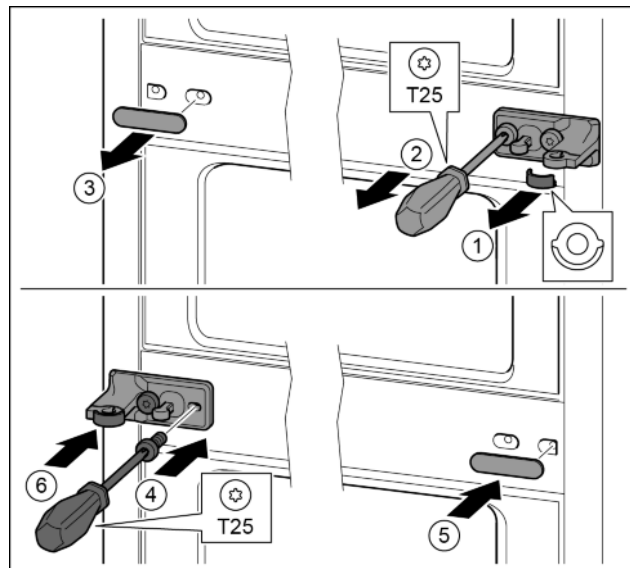

Fig. 15
- ▶ Zdjąć podkładkę. Fig. 15 (1)
- ▶ Śruby wykręcić przy pomocy śrubokręta T25. Fig. 15 (2)
- ▶ Ostrożnie zdjąć osłonę. Fig. 15 (3)
- ▶ Płytkę zawiasu wraz z folią obrócić o 180° przykręcić z drugiej strony. Fig. 15 (4)
- ▶ Osłonę obrócić o 180° założyć z drugiej strony. Fig. 15 (5)
- ▶ Podkładkę wsunąć od przodu. Fig. 15 (6)